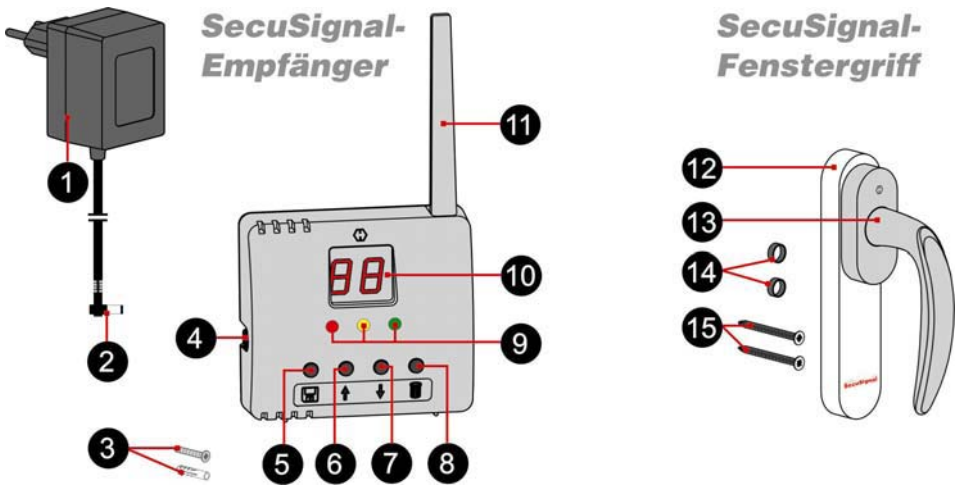
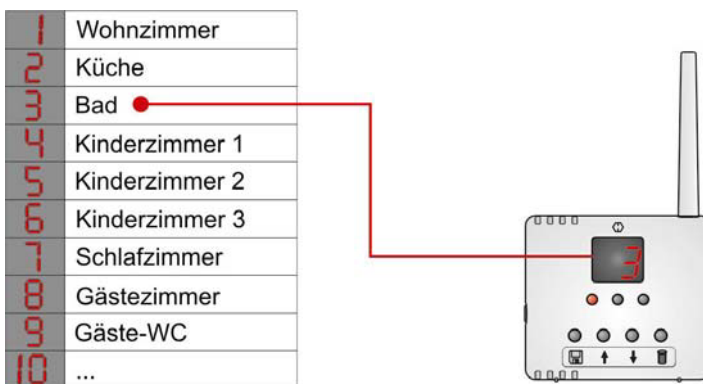

Abb. 1: Geräte-Übersicht SecuSignal-System: Bedienteile
Abb. 2: Beispiel-Tabelle für die Belegung und Identifizierung Ihrer Räume
Die zugehörige Fenster- bzw. Gruppen-Nummer wird ein- oder zweistellig am Display (s. Abb. 1, Pos. 10) angezeigt. Somit haben Sie die Öffnungszustände Ihrer Fenster jederzeit zentral im Blick (siehe Abb. 2 und 3). Einzelne geschlossene Fenster werden nicht angezeigt, da dieser Zustand nicht kritisch ist. Wenn alle Fenster geschlossen sind, leuchtet die grüne LED.
- Nehmen Sie den beiliegenden Belegungsplan zur Hand (s. auch Abb. 2).
1	<p>Empfänger in Betrieb nehmen</p> <p>Schließen Sie den Empfänger an eine 230V-Steckdose an. Verbinden Sie den Winkelstecker (s. Abb. 1, Pos. 2) mit der Anschlußbuchse am Empfänger (s. Abb. 1, Pos. 4).</p>
1	<p>Programmiermodus aktivieren</p> <p>Drücken Sie die -Taste (s. Abb. 1, Pos. 5) und halten Sie diese gedrückt, bis die grüne LED blinkt. Am Display erscheint die Anzeige „1“ für den ersten Speicherplatz.</p>